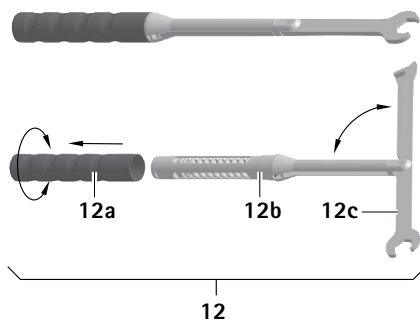

Рис. 3
- ▶ Надвиньте ручку 12а в направлении, противоположном направлению стрелки, и навинтите ее, см. Рис. 3.